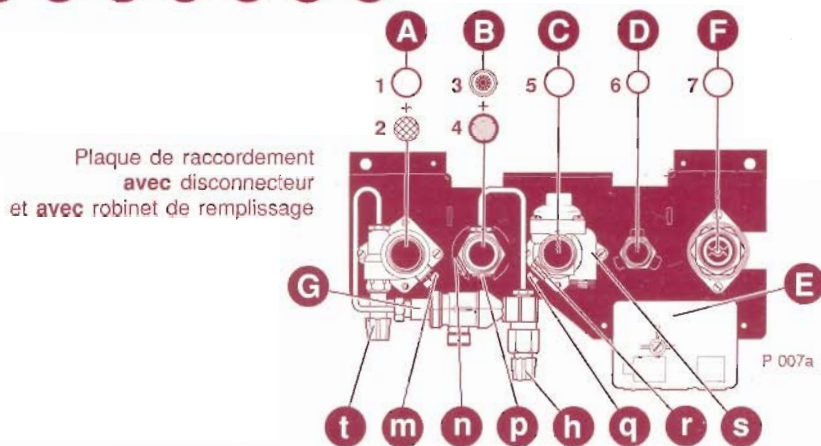
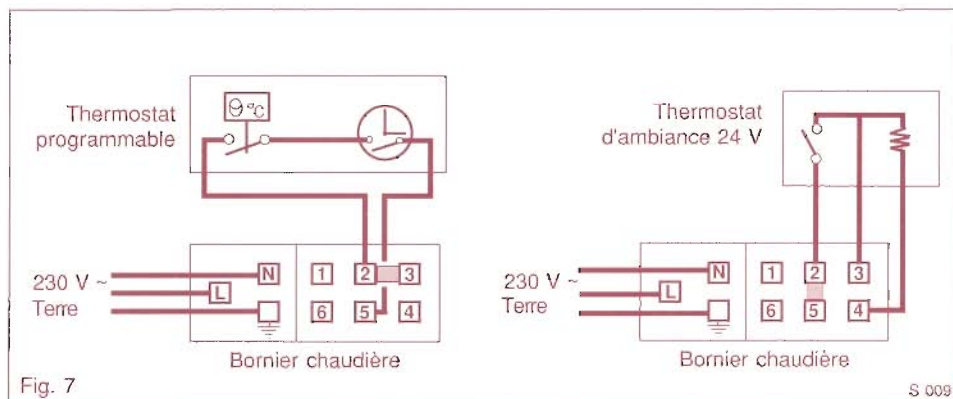

Fig. 5
Fig. 7
- Mettre en place les filtres, joints et le limiteur de débit en respectant l'ordre et le sens précisés sur les **fig. 5 et 6**. Visser les différents raccords entre la chaudière et la plaque de raccordement.
- Brancher les connecteurs électriques dans le bornier (**E fig. 5**).
Dévisser le couvercle permettant l'accès au bornier (**E fig. 5**) sur la plaque support : le petit sachet plastique contient les différents éléments de connexion que vous devrez utiliser : barrettes, serre-cables, bouchons de protection... Brancher l'alimentation électrique 230 V monophasé + Terre et les fils du thermostat d'ambiance ou du thermostat programmable (**fig. 7**).
Remplissage des circuits (fig. 5)